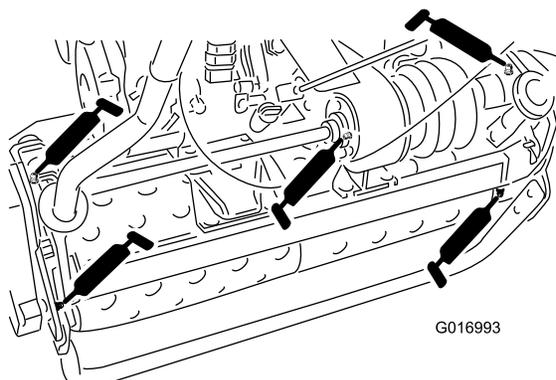

図 25
- ドラムのアクスル2ヶ所 図 25
- デファレンシャル3ヶ所 図 25